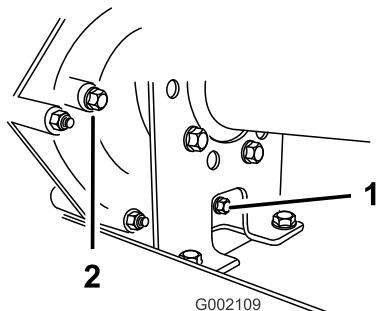
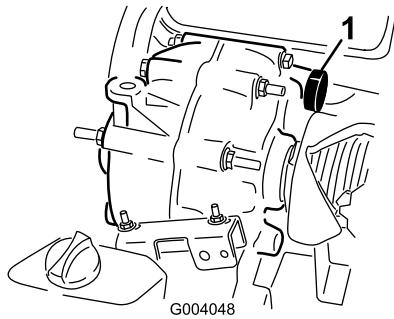

Рисунок 42
Рисунок 43
2. Снимите сливную пробку с правой стороны резервуара (Рисунок 42) и дайте рабочей жидкости стечь в сливной поддон. Когда рабочая жидкость перестанет вытекать, вставьте и затяните пробку.
3. Залейте в резервуар (Рисунок 43) приблизительно 1,4 литра моторного масла SAE 10W30 или так, чтобы уровень масла находился у низа отверстия индикации уровня (Рисунок 42).